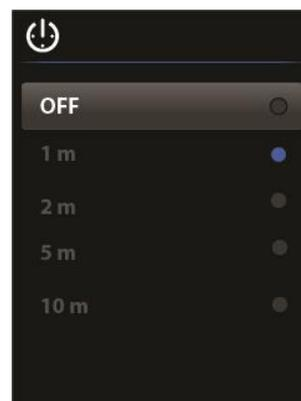

图 9-8 选择自动关机时间
3. 使用箭头按钮滚动至所需的 APO 时间（关闭、1 分钟、2 分钟、5 分钟和 10 分钟）。参见图 9-8。